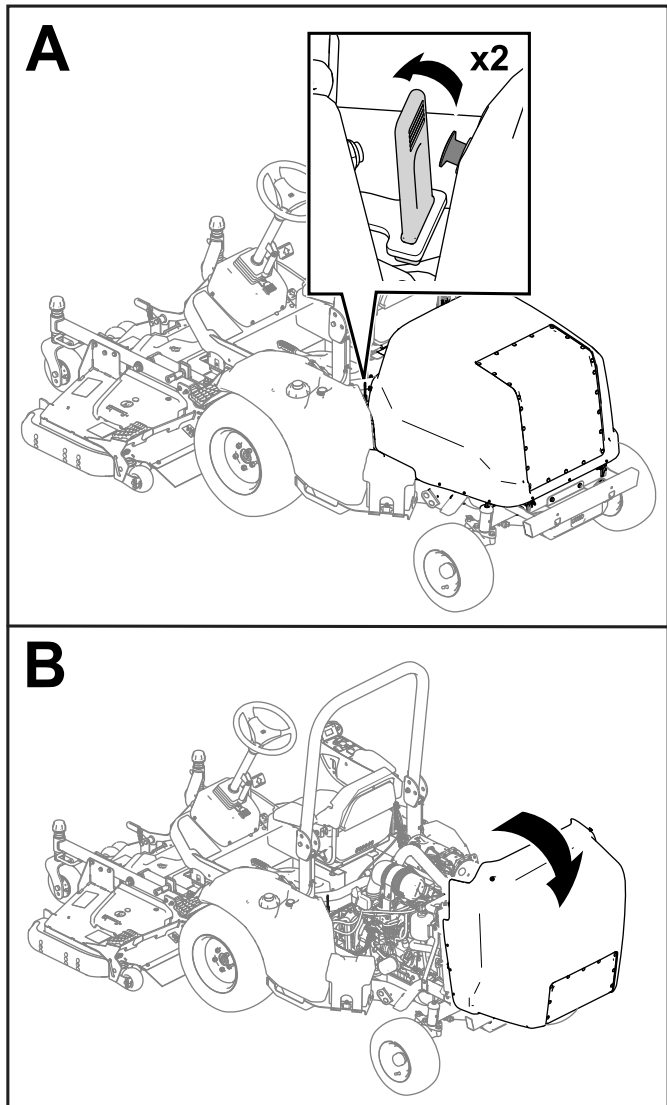

Bild 47
1. Lösen Sie die Gurte von beiden Seiten der Maschine (Bild 47).
2. Öffnen Sie die Motorhaube (Bild 47).